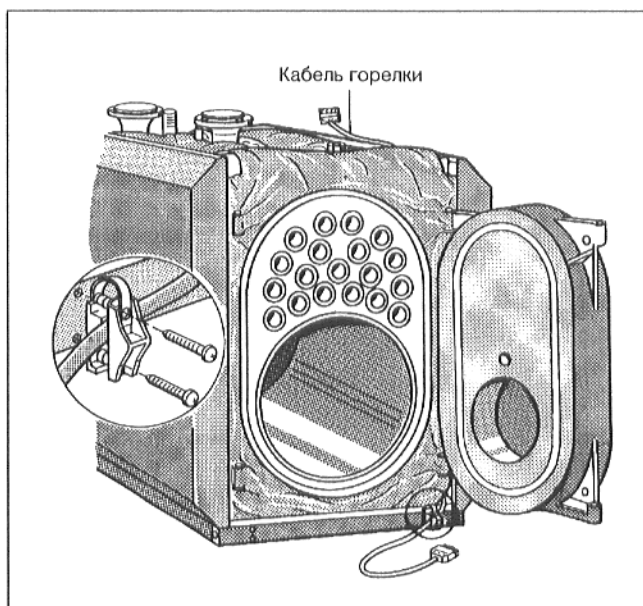

Рис. 14
- Уложить кабель горелки поверх расположенного по периметру корпуса изоляционного мата, чтобы он выступал внизу за цокольную планку (Рис. 14).
- Вытянуть кабель горелки на требуемую длину, вставить в устройство разгрузки натяжения и привинтить к цокольной планке 2 самонарезными винтами (Рис. 14).